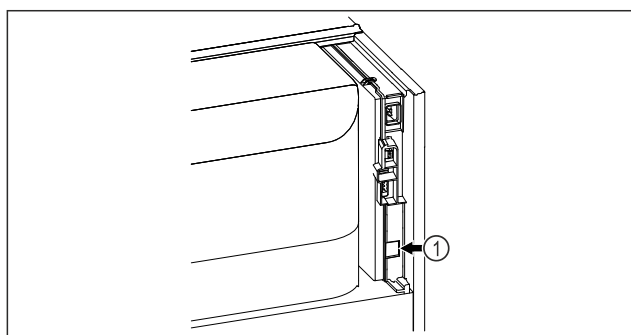

Fig. 73
- ☐ SmartModule Fig. 73 (1) naudojamas.